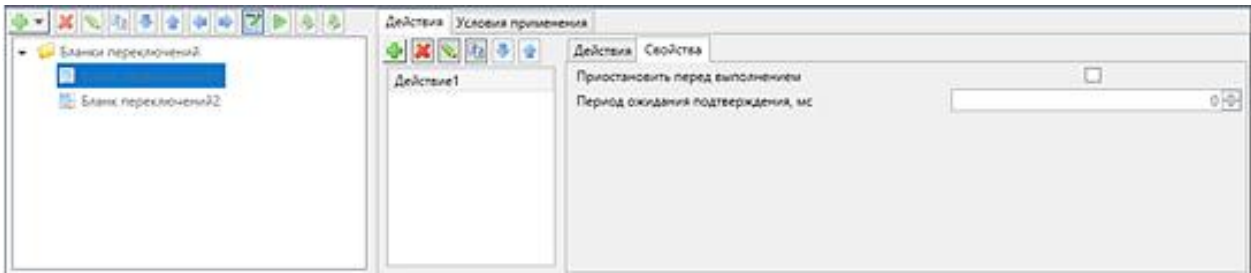

Рисунок 348 – Свойства действий бланка переключений
- а) свойства бланка переключений (рисунок 348);